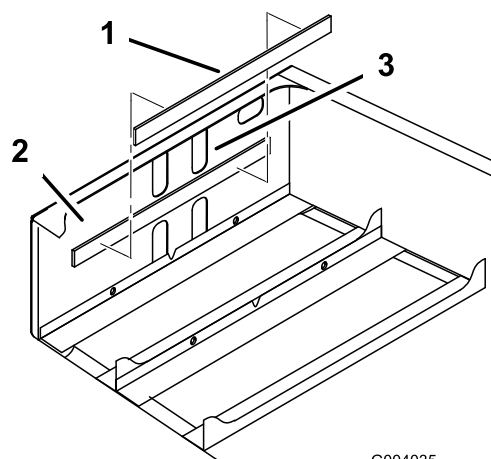

Figure 5
3. Retirez la bande adhésive au dos de la cale et placez celle-ci sur la face intérieure avant du châssis arrière, comme illustré à la Figure 5.
Remarque: La cale doit se trouver à environ 6,4 mm en dessous du bord inférieur des découpes supérieures (Figure 5).